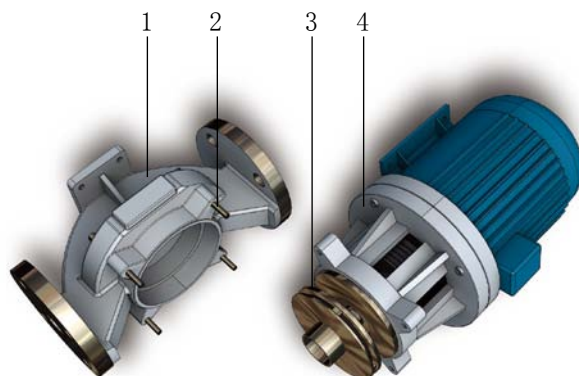

图 1.7-2
- a) 将联接泵体的螺栓卸掉（泵体与泵盖分离，图 1.7-2），重新安装时要使每只螺栓均匀受力；